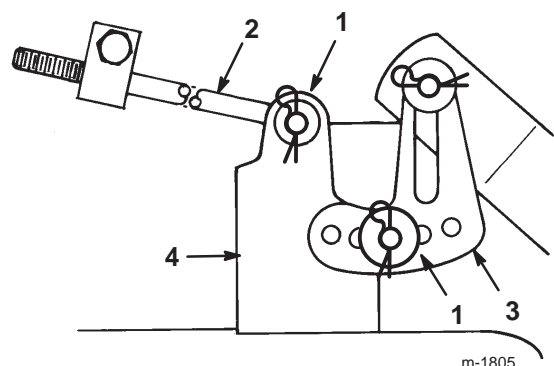

Bild 48
- Entfernen Sie den Splint und die Scheibe von der Nivellierhalterung (Bild 48).
11. Setzen Sie die Nivellierhalterung in ein anderes Loch ein und montieren Sie die Scheibe und den Splint (Bild 48).